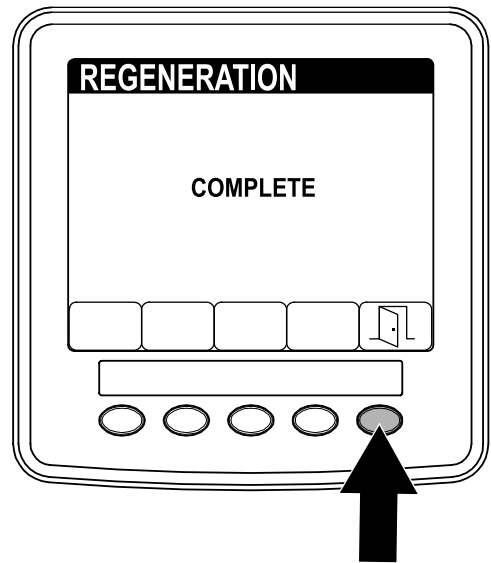

図 54
5. 再生が終了すると、インフォセンターに終了 COMPLETE画面が表示される。ボタン 5 を押すと整備 SERVICE画面に戻る図 54。